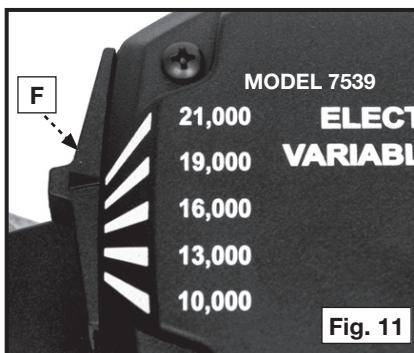

Fig. 11
La commande de vitesse (F) est située à l'endroit illustré dans la Fig. 11. Le bouton sélecteur de vitesse donne accès à cinq vitesses de marche allant de 10 000 à 21 000 tr/min. Il est recommandé de régler la vitesse avant d'engager la mèche de la toupie dans l'ouvrage. S'il s'avère nécessaire de modifier la vitesse après le début du travail, mettez la toupie à l'arrêt, retirez la toupie de l'ouvrage et réglez la vitesse.